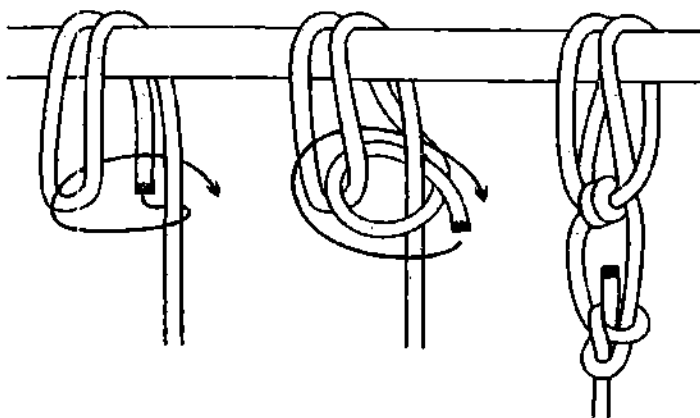

Рис. 969. Двойной строповый узел.
*Двойной строповый узел* можно связать в руках и одеть на открытую опору или завязать непосредственно на замкнутой опоре, например на рыме или глухой балке (рис. 969). *Двойной строповый узел* очень надёжен и отлично подойдёт для крепления буксира. С помощью этого узла можно вытащить из грязи застрявший грузовик. Узел не затягивается даже при очень большой нагрузке. *Двой-*